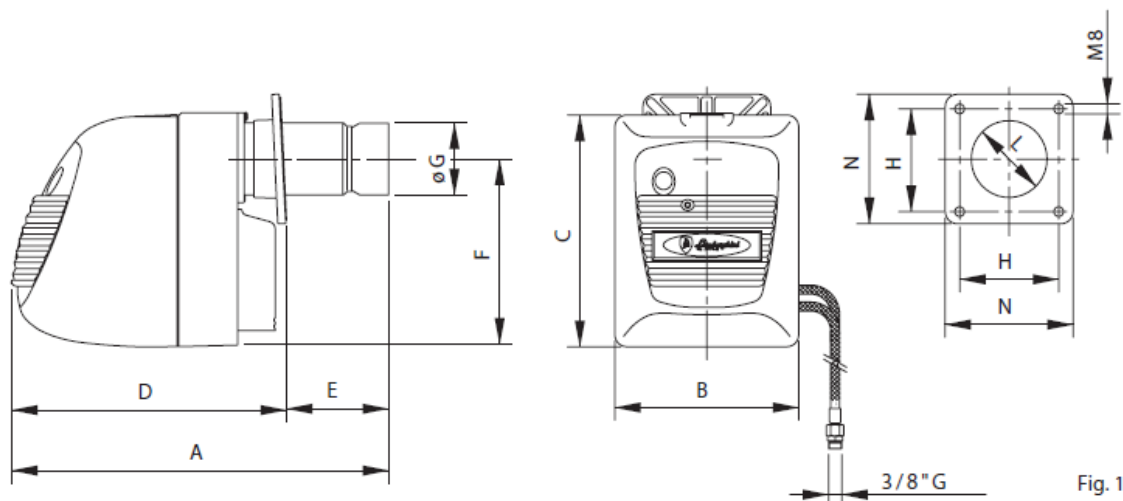
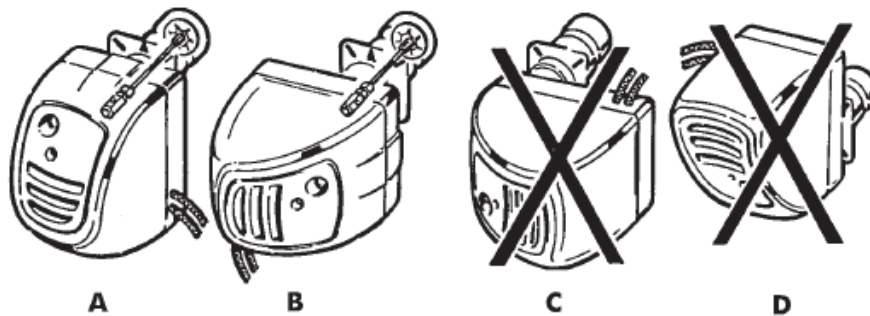

Fig. 1
Fig. 10
Efter att ha förberett pannans front enligt måtten på den bifogade mallen (se bild 1) måste man fixera brännarkopplingsplattan (8) med de två längre skruvarna och var noga med att anbringa den medföljande isoleringspackningen. Placera brännaren på kopplingsplattan och placera den enligt indikation i bild 10 (A och B).